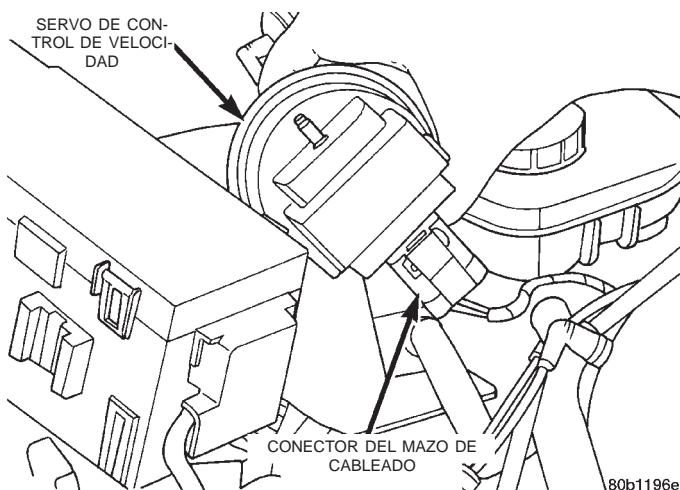
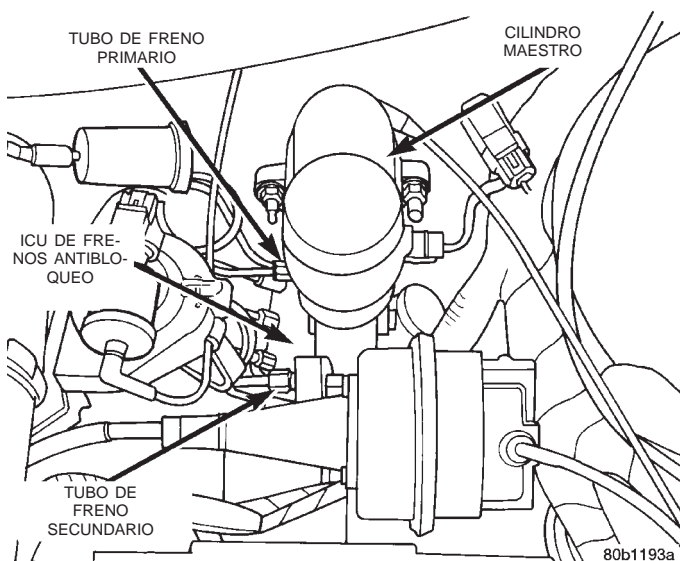

Fig. 19 Conexión del mazo de cableado al servo de control de velocidad
Fig. 20 Tubos de freno primario y secundario con frenos ABS
(5) Retire el conector del mazo del cableado (Fig. 19) del servo de control de velocidad. Después, retire del soporte de instalación del servo de control de velocidad el collarín guía correspondiente al mazo de cableado del servo de control de velocidad.
(6) Apoye el servo de control de velocidad, con el cable de control de velocidad conectado, en la parte superior del motor.
(7) Desconecte el conector del mazo de cableado del sensor de nivel de líquido de frenos en el depósito del cilindro maestro.
(8) Desconecte los tubos de freno primario y secundario del cilindro maestro (Fig. 20). Instale tapones en las salidas de los tubos de freno del conjunto de cilindro maestro.
(9) Limpie la zona en que el cilindro maestro se fija al reforzador de vacío, usando un limpiador de frenos adecuado, tal como limpiador de frenos Mopar o uno equivalente.
(15) Conecte los tubos a los orificios primario y secundario del cilindro maestro (Fig. 20). Apriete las tuercas con una torsión de 17 N·m (145 lbs. pulg.).
(17) Instale el conector del mazo de cableado en el conmutador de nivel del depósito del cilindro maestro.
(18) Instale el conector del mazo de cableado (Fig. 19) en el servo de control de velocidad. Después ins-